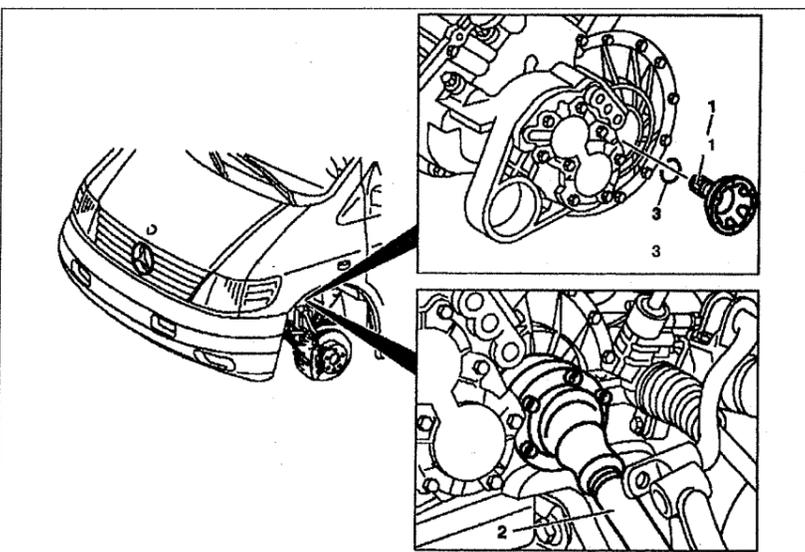

Рис. 7.11. Левый фланец коробки передач: 1. Фланец, 2. Полуось, 3. Стопорное кольцо.
1. Отсоедините полуось 2 от левого фланца 1 (см.рис.7.11).